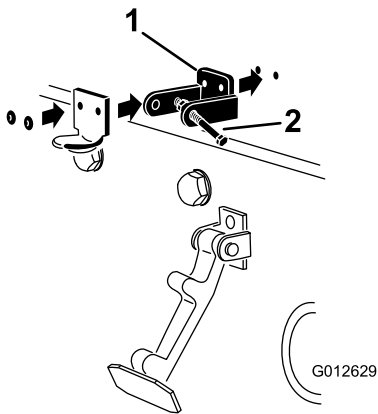

Figura 6
3. Alineando los taladros de montaje, coloque el cierre de seguridad para CE y el cerradero sobre el capó. El cierre de seguridad debe estar en contacto directo con el capó (Figura 6). No retire el conjunto de perno y tuerca del brazo del cierre de seguridad.
5. Remache el seguro de cierre, el cerradero y las arandelas al capó (Figura 6).